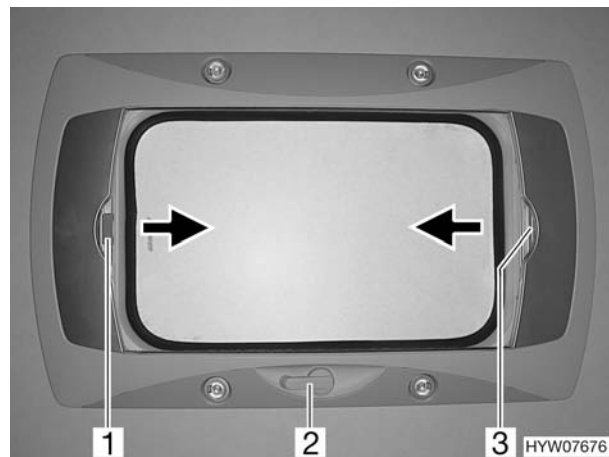

Bild 57 Kurbelhub-Dachlüfter
- Den Kurbelhub-Dachlüfter je nach Drehrichtung mit der Dachlüfterkurbel (Bild 57,2) heben (öffnen) oder senken (schließen). Die Verstellbarkeit ist beliebig.
- Faltverdunklung (Bild 57,3) bis zur gewünschten Position in Pfeilrichtung ziehen. Die Faltverdunklung bleibt in dieser Position stehen.
- Insektenschutzrollo (Bild 57,1) in Pfeilrichtung ziehen, bis es an der Faltverdunklung (Bild 57,3) anstößt.
- Griff am Insektenschutzrollo (Bild 57,1) drücken.